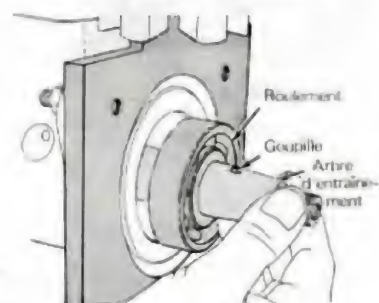

Fig. 20.
- Sortir l'arbre complet du carter, puis extraire le jonc de maintien des bagues d'étanchéité (fig. 20).